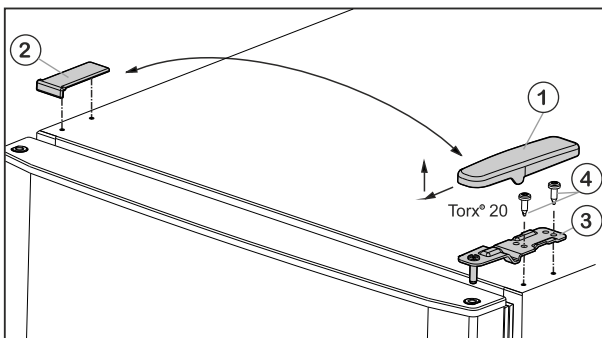

Fig. 5
- ▶ Изтеглете покритието Fig. 5 (1) напред и нагоре.
- ▶ Свалете покритието Fig. 5 (2).
- ▶ Развийте горната лагерна стойка Fig. 5 (3) с (2 x Torx® 20) Fig. 5 (4) и издърпайте нагоре.
- ▶ Поставете горната лагерна опора Fig. 5 (3) върху новата страна на шарнира във вратата.
- ▶ Затегнете горната лагерна опора **здро̀во (с 4 Nm)** (2 x Torx® 20) Fig. 5 (4). Еventуално използвайте акумулаторна отвертка.
- ▶ Поставете капака Fig. 5 (1) от срещуположната страна отвън и го фиксирайте.
- ▶ Поставете капака Fig. 5 (2) също от срещуположната страна отгоре и го фиксирайте.